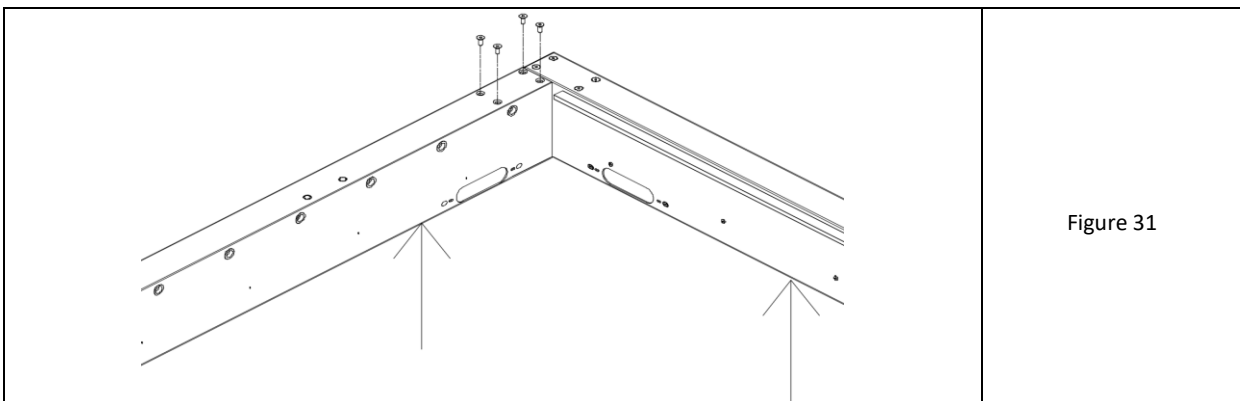

Figure 31
10. Soutenez l'extrémité libre de la poutre transversale et vissez l'extrémité insérée dans la poutre longitudinale par le haut à l'aide de 4 vis coniques M8x20 avec douille à six pans (fig. 31).